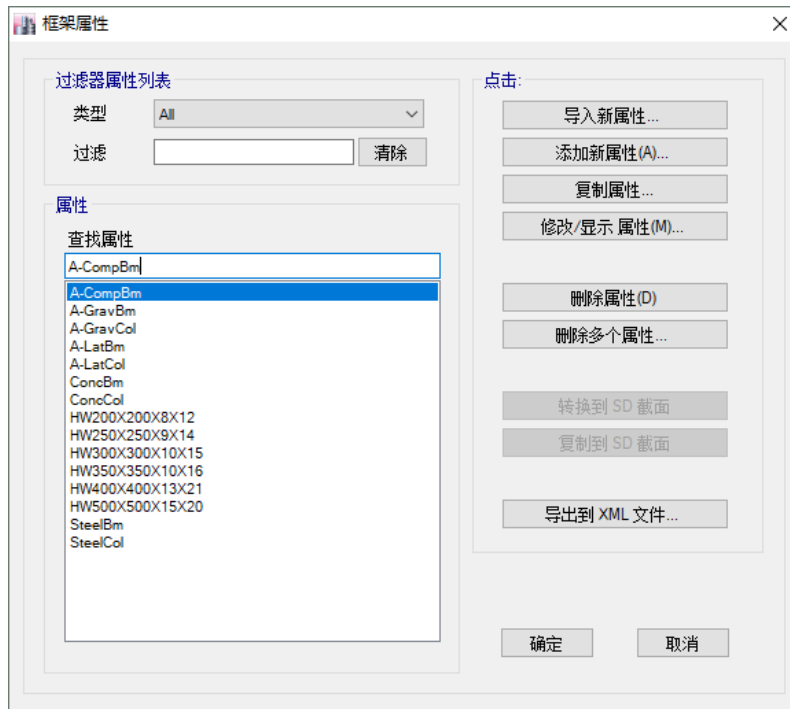

图 3-5 框架属性对话框
1. 点击菜单定义>截面属性>框架截面，弹出框架属性对话框，如图 3-5 所示：